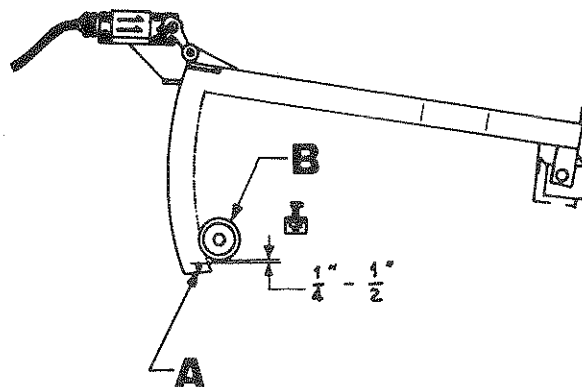

Fig. 48
2. Relever la barre de mesure jusqu'à ce que la came touche la roulette du bras du switch et que celui-ci cliquète pour opérer Fig. 48.